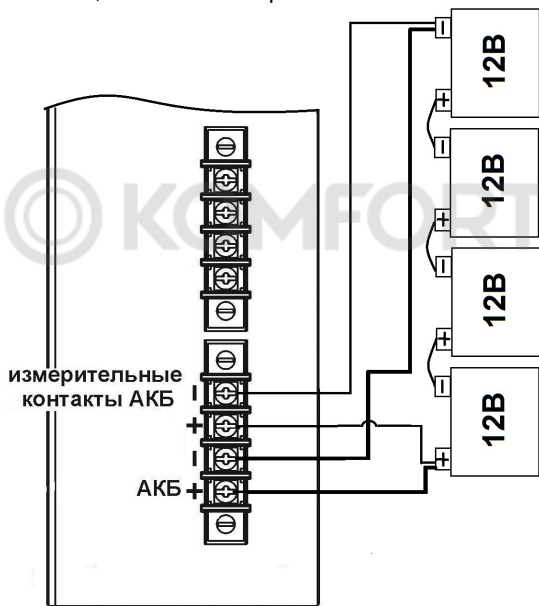

Рисунок 5 – подключение АКБ в батарею
- подключить, соблюдая полярность, внешнюю АКБ состоящую из 4-х батарей соединённых последовательно к изделию (см. рисунок 5);